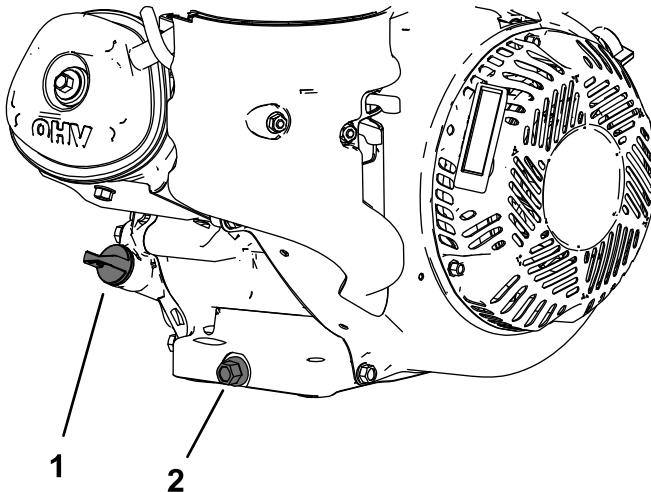

Figura 20
- Retire el tapón de vaciado (Figura 20).